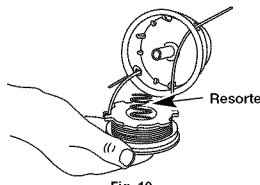

Fig. 19
13. Inserte los extremos de la línea a través de los ojajillos de la bobina exterior y coloque el carrete interior con el resorte dentro de la bobina exterior (Fig. 19). Empuje el carrete interior y la bobina exterior entre sí. Mientras sostiene el carrete interior y la bobina exterior, tome los extremos y tire con firmeza para soltar la línea de las ranuras de fijación de la bobina.
5. Inserte los extremos de la línea en los ojajillos de la bobina exterior (Fig. 19).